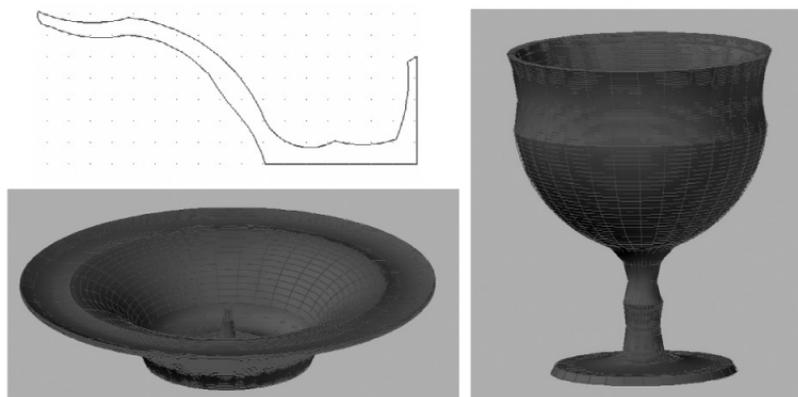

Рис. 7.20. Профиль вращения и твердотельные модели на его основе
6. На рис. 7.20 представлены профиль для вращения и твердотельные модели, созданные на его основе. В качестве оси вращения в данном случае взяты вертикальные и горизонтальные сегменты самого профиля. В результате получается бокал и блюдо.